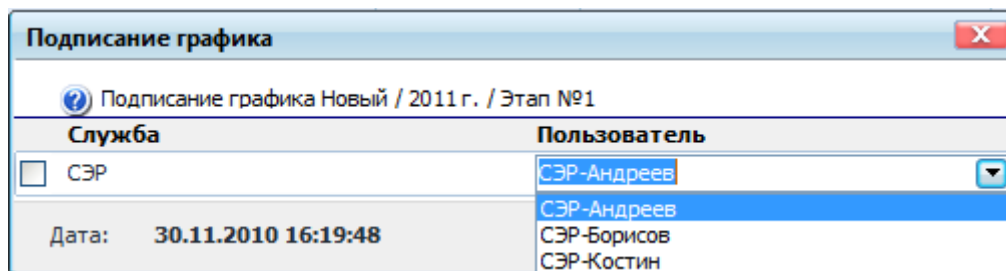

Рисунок 10.181 – Подписание за другого пользователя из службы
- если на элементе маршрута указана служба, то на форме отображается список пользователей, которые могут подписать график на данном элементе маршрута (обладают правом «*Право подписи за выбранную службу*» и правом «*Право рассмотрения графика ремонтов*»). Пользователю, обладающему правом «*Право подписи за другого*», необходимо выбрать пользователя из списка и поставить флаг напротив службы, к которой относится выбранный пользователь (Рисунок 10.181);